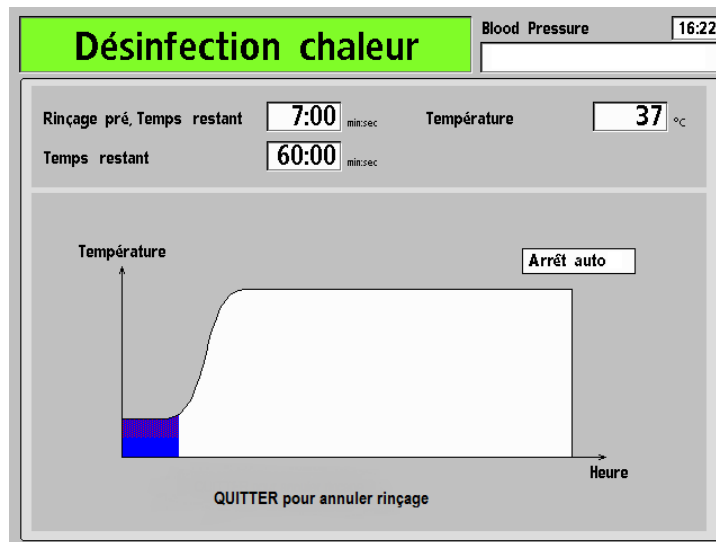

Figure 60 – Écran de désinfection à la chaleur
2. À l'écran « Sélectionner programme », choisissez le bouton **Désinfection chaleur** et appuyez sur la touche **CONFIRMER** pour lancer le cycle de désinfection. L'écran « Désinfection chaleur » s'affiche dans l'affichage du panneau de commande (reportez-vous à la Figure 60). Si l'appareil n'a pas été rincé avant de lancer ce cycle, un cycle de rinçage court (7 minutes) ou prolongé (20 minutes), dépendant de la configuration en Mode de Service, commence automatiquement.